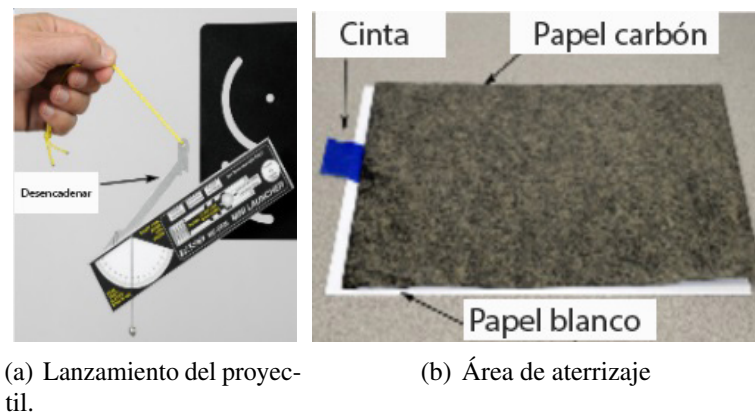

Figura 12.6: Partes del material
4. Lanzar el proyectil y anotar el lugar de aterrizaje. Colocar una hoja de papel en blanco en esta ubicación y pegarla en la posición como se muestra en la Figura 12.6. Cubrir con la plastilina o con una hoja de papel carbón.